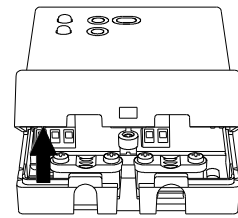

Abb. 3
- Die Abdeckung nach oben heben und entfernen (Abb. 3).
- Legen Sie das Kabel auf dem Sockel und klappen Sie die Abdeckung in Richtung Unterteil; drücken Sie so lange nach unten, bis die Sperrkunststoffklappe in das Loch an der Unterseite der Abdeckung springt (Abb. 3).